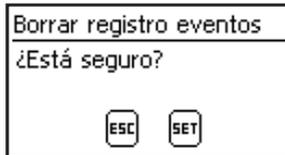

Fig. 16 Diálogo Borrar registro eventos
1. Pulsar »SET«. Aparece la Fig. 16.